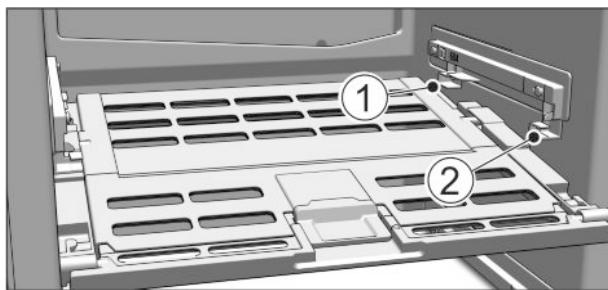

Fig. 62
- ▶ Вставляння кришки відділення Fruit & Vegetable-Safe: вставити поперечні ребра кришки знизу у задній тримач Fig. 62 (1) і зафіксувавши спереду у тримачі Fig. 62 (2).